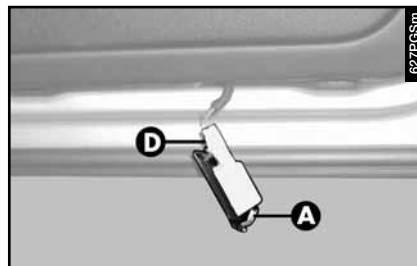

fig. 78
– Extraer el plafón empujando con un destornillador en el resorte (**A-fig. 78**).
– Volver a montar el plafón introduciéndolo primero por un lado (**D-fig. 78**) y luego apretando en el otro lado hasta oír el disparo de bloqueo del resorte.